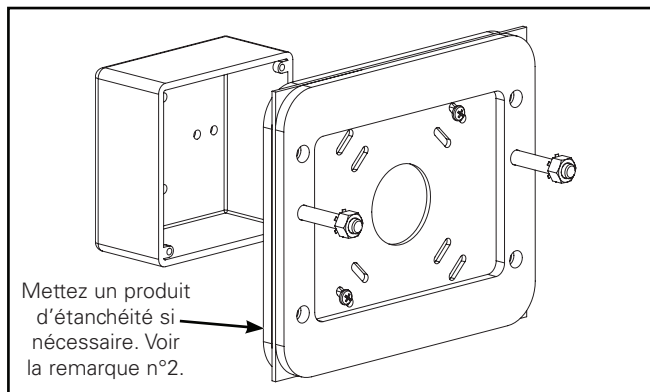

Figure 5.
2. À l'aide des deux vis fournies avec la boîte de jonction, installez la plaque de montage tel qu'indiqué. Les goujons de 7,93 mm (5/16-18 po) doivent faire face à l'opposé du mur et être placés au-dessus du centre du support (Figure 5). Pour des surfaces brutes ou irrégulières, un adhésif doit être appliqué (par des tiers) entre le joint d'étanchéité à l'arrière de la plaque de montage et la surface de montage (mur).